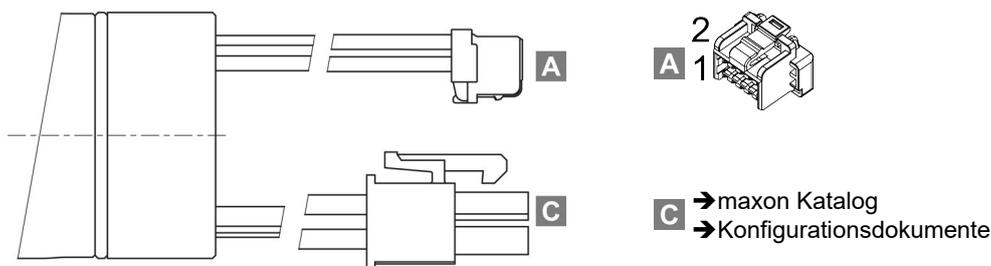

Abbildung 15 ENX 13 | 16 | 19 | 22 EASY INT Absolute – Anschlussstecker
- Absolutencoder mit Stecker / Motor mit Stecker (→Abbildung 15)